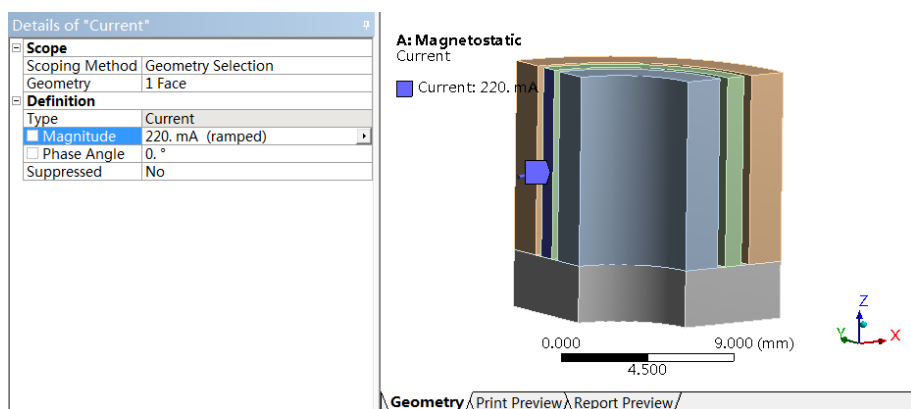

图 24-15 设置导体电流
9) 选择第 3 个 Solid 所在体 x 坐标为 0 的面，在 Current 对象的 “Geometry” 中单击 “Apply” 按钮，然后设置 “Magnitude” 为 “220mA”，如图 24-15 所示。